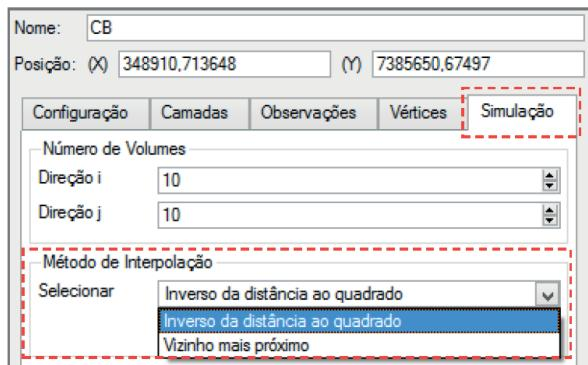

Figura 2.137 Configuração da Simulação.
- Simulação: são definidos o número de volumes de controle (direções “i” e “j”) da área da cubagem e o método de interpolação das concentrações (*Inverso da distância ao quadrado ou Vizinho mais próximo*) (Figura 2.137).